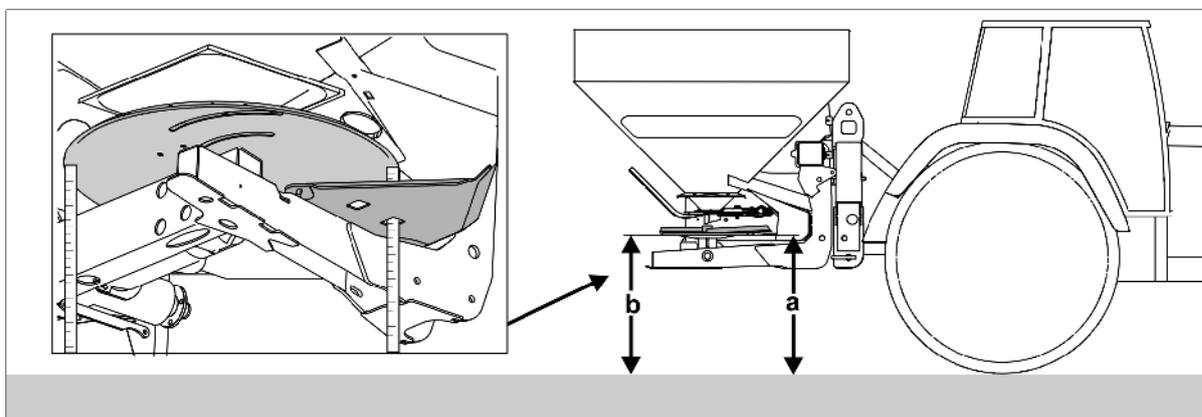

Fig. 60
- Menu de travail : sélectionner Etalonnage automatique de l'engrais (Fig. 60 /1).